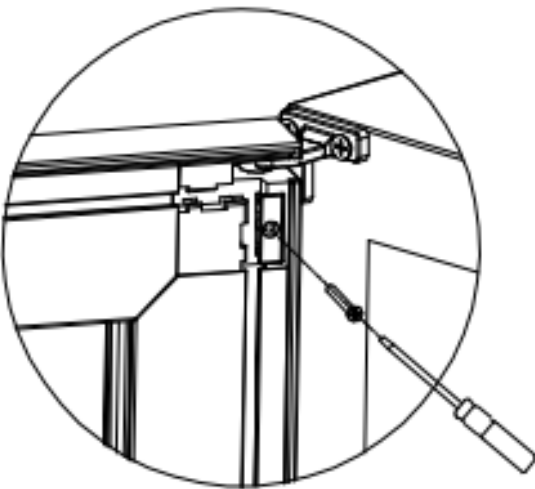

Figure 1
2. Dévissez les vis sur le couvercle de la charnière de porte avec un tournevis cruciforme. (Figure 1)